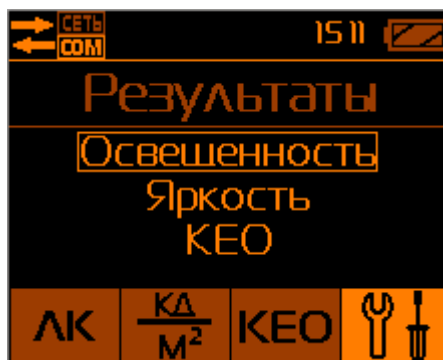

Рис.31. Выбор типа результатов записанных в память БОИ-01 для просмотра.
2.3.7.1. Просмотр результатов измерений, хранящихся в памяти блока отображения информации осуществляется выбором пункта меню «Результаты» в меню Настроек, внутри которого с помощью кнопок «▲» или «▼» осуществляется выбор для просмотра записанных в память прибора значений освещенности с коэффициентом пульсации, или яркости, или КЕО (см. пп. 2.3.4.6 и 2.3.6.7, Рис.31).